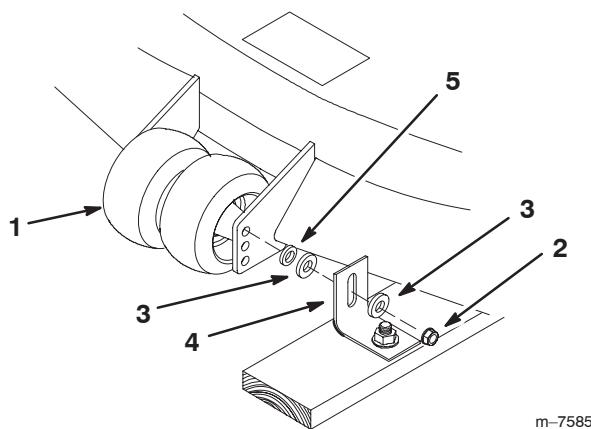

Figure 2
- Déposez l'écrou des roues de jauge centrales, les 2 grandes rondelles, le support en équerre et 1 petite rondelle (Fig. 2). Débarrassez-vous des 2 grandes rondelles et de l'équerre.